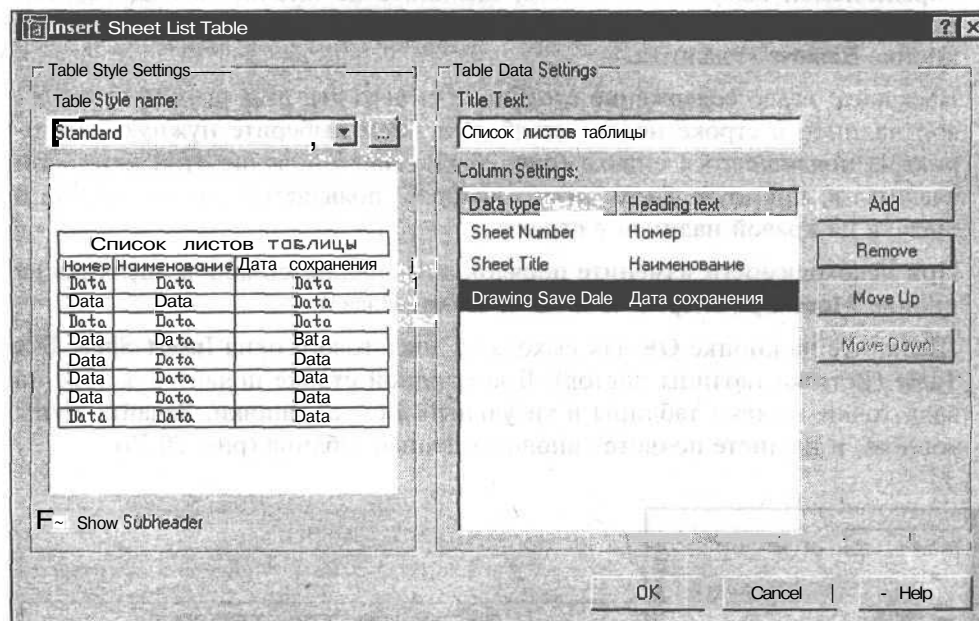

Рис. 20.18. Диалоговое окно для формирования содержания таблицы
4. Два раза щелкните на имени титульного листа подшивки, чтобы открыть его в окне AutoCAD, а затем щелкните правой кнопкой мыши на имени подшивки и выберите из появившегося контекстного меню **Sheet List Table** (Таблица листов). Появится диалоговое окно **Insert Sheet List Table** (Вставка таблицы листов) (рис. 20.18).